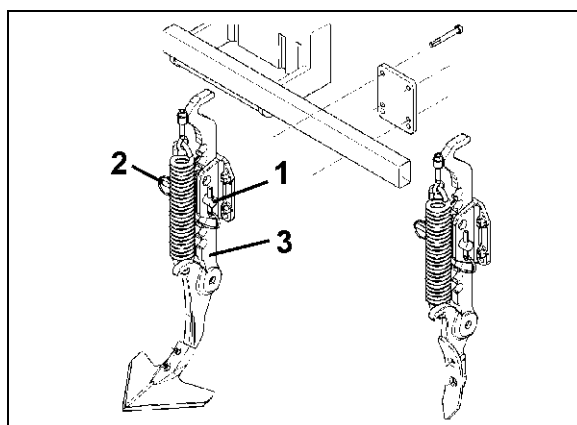

Bild 36
3. Ställ in arbetsdjupet genom placera bulten (Bild 36/1) mot önskad del av tandningen på spåruppluckraren (Bild 36/3) och säkra med låssprinten (Bild 36/2).